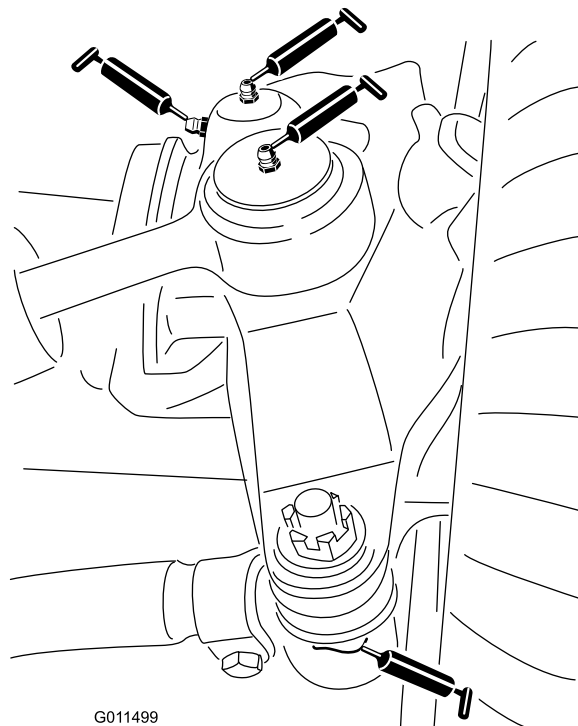

Рисунок 58
- Шаровые опоры гидроцилиндра рулевого управления (2 шт.) (Рисунок 58)
- Шаровые опоры поперечных тяг (2 шт.) (Рисунок 58)
- Втулки поворотных шкворней (2 шт.) (Рисунок 58)..